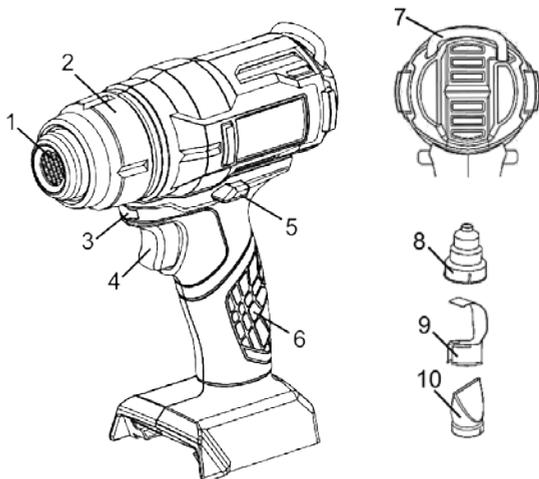
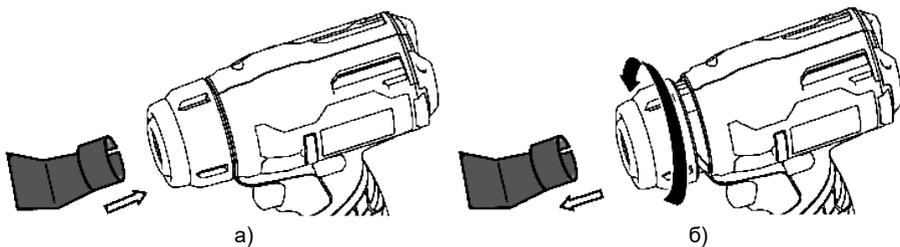

Рисунок 1
Рисунок 2
3.3 Встановіть необхідну змінну насадку на сопло виробу (акумуляторна батарея повинна бути від'єднана!). Для цього вставте посадкове кільце насадки під обід фіксатора (2, рисунок 1) до упору (дивіться рисунок 2-а). Для зняття насадки поверніть кільце фіксатора проти годинникової стрілки та витягніть її (дивіться рисунок 2-б).
3.4 Для одного зі способів стаціонарного встановлення виробу, його конструкцією передбачений гачок (7, рисунок 1), за який можна підвішувати виріб на попередньо встановлений кронштейн. Це дозволяє працювати обома руками з деталлю, яка обробляється. Для переведення гачка в робоче положення виконайте дії, які показано на рисунку 3.
3.5 Під'єднайте акумуляторну батарею до відповідного роз'єму в нижній частині рукоятки (6, рисунок 1). Виріб готовий до використання.
4.2 Для увімкнення виробу необхідно натиснути кнопку блокування від ненавмисного вмикання (5, рисунок 1) з однієї зі сторін виробу та одночасно натиснути й утримувати пускову клавішу (4, рисунок 1). Виріб запрацює, кнопку блокування від ненавмисного вмикання можна відпустити. Для вимкнення необхідно відпустити пускову клавішу, при цьому одразу вимикається електроживлення нагрівального елемента, а через 6 секунд і двигуна турбіни. Це зроблено для забезпечення примусового початкового охолодження внутрішніх елементів виробу.